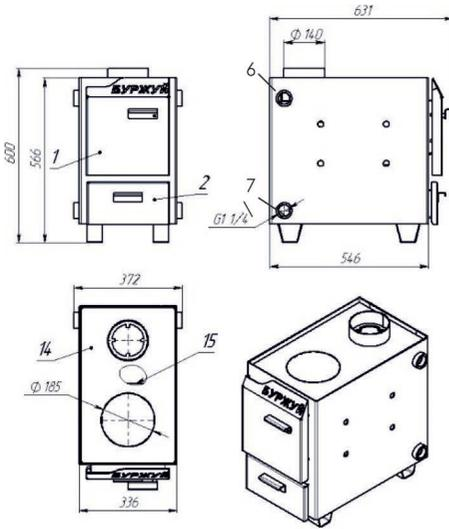
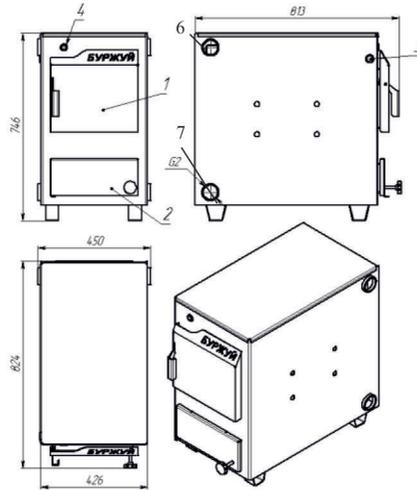

Рис. 1.1. Буржуй™ КП-10
Рис. 1.5. Буржуй™ К-20
Основні елементи конструкції котла представлені на Рис. 1.1 - Рис. 1.5.
3.1. Котел (Рис. 1.1 - 1.5.) являє собою зварену конструкцію з листової сталі, що складається з камери згоряння і корпусу котла (теплообмінника).